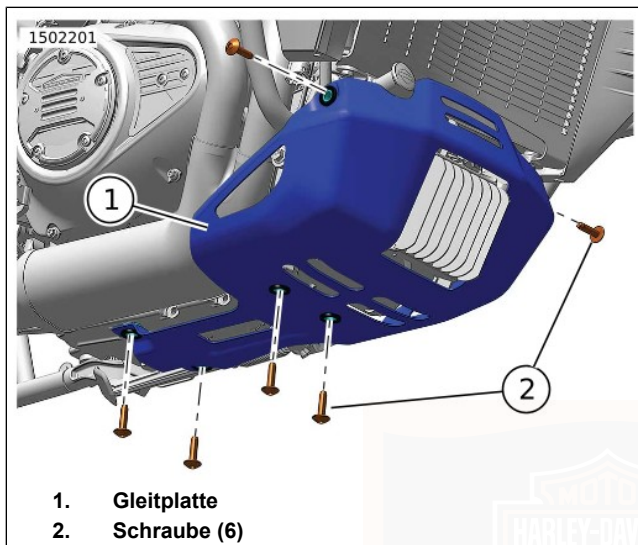

Abbildung 73. Einteilige Gleitplatte
1. Abbildung 73 Die Schrauben (2) entfernen.
2. Die Gleitplatte (1) abnehmen.
2. Abbildung 73 Die Gleitplatte positionieren.
3. Die Schrauben (2) anbringen. Festziehen.